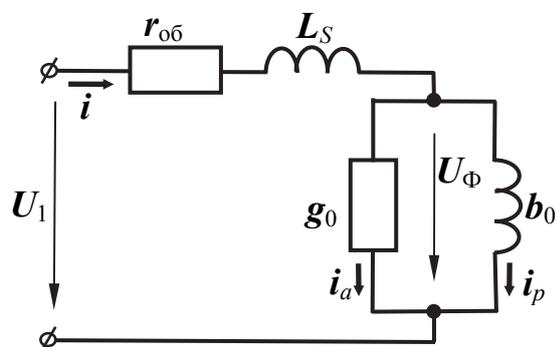

Рис. 21.3
соппротивление обмотки  $r_{об}$ , индуктивность рассеяния катушки  $L_S$  и проводимости  $g_0$  и  $b_0$ , указанные на рис. 21.3.
4.3. Параметры схемы замещения (см. рис. 21.3) могут быть определены следующим образом: